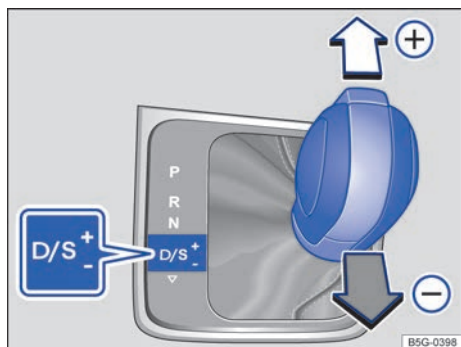

Fig. 132 Palanca selectora en la posición Tiptronic.
- Empuje levemente la palanca selectora hacia delante o hacia atrás para cambiar a una marcha más larga o más corta respectivamente fig. 132.